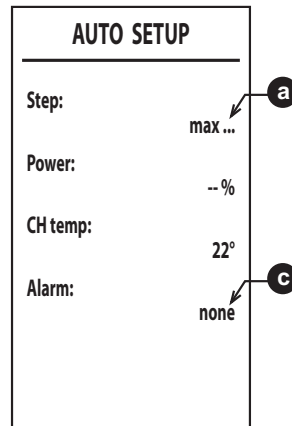

fig. 38
6. Dopo l'accensione, il bruciatore si posiziona in riscaldamento alle varie potenze (max, med, min) indicate dal punto **a** (fig. 38).
8. Qualora la sequenza di accensione descritta al punto “6” non sia andata a buon fine, compare la scritta **max_err** al punto **a** e un codice di errore al punto **c** (fig. 38).